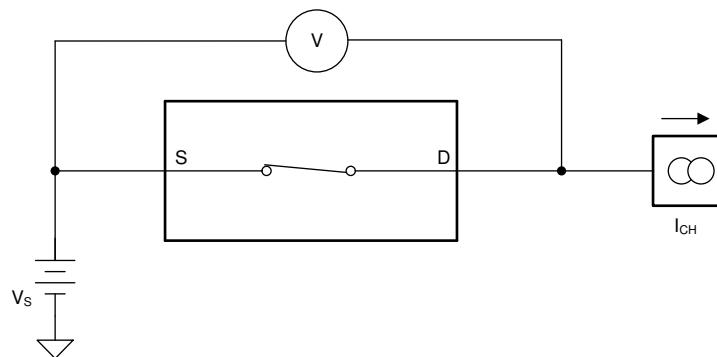

図 7-1. オン抵抗測定時の構成
TMUX6119 のオン抵抗は、デバイスのソースピン (SA または SB) とドレインピン (D) の間の抵抗値 (Ω) です。オン抵抗は、入力電圧と電源電圧によって変化します。オン抵抗は、記号 R_{ON} を使用して示されます。 R_{ON} の測定時に使用する構成を 図 7-1 示します。この設定を使用して電圧 (V) と電流 (I_{CH}) を測定し、 R_{ON} は、式 1 に示すとおり計算します：